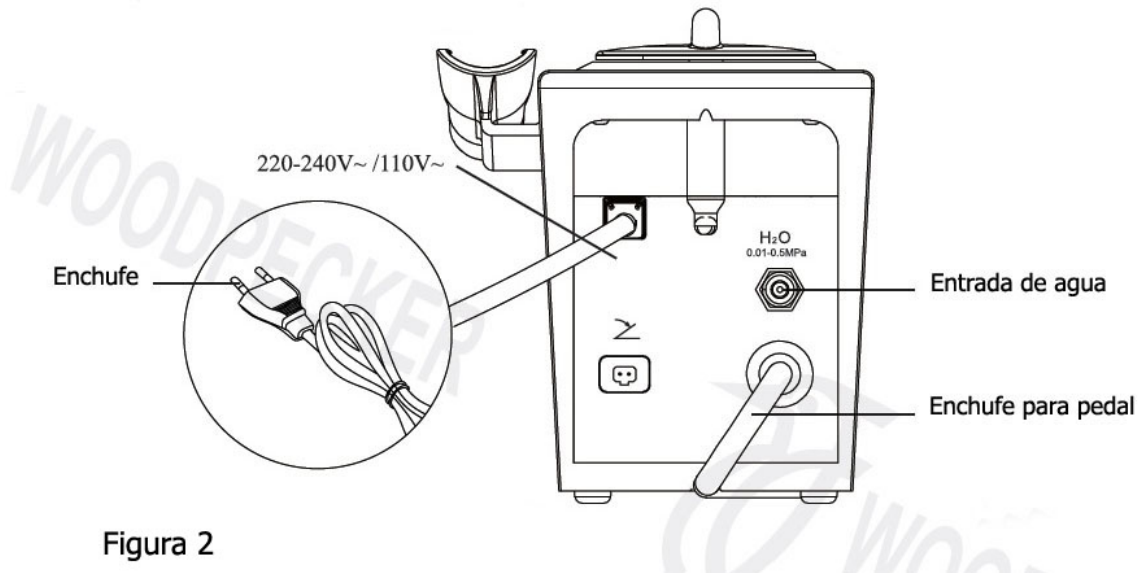

Figura 2
- 2.1.3 Enchufar el interruptor del pedal en su toma.(ver Figura 2)
- 2.1.4 Conectar una de las puntas de la manguera a la entrada de agua, y la otra a una fuente de agua limpia (ver figura 2).
- 2.1.6 Conectar el cable de energía a la unidad principal, entonces conectar a la toma de energía (ver Figura 2).